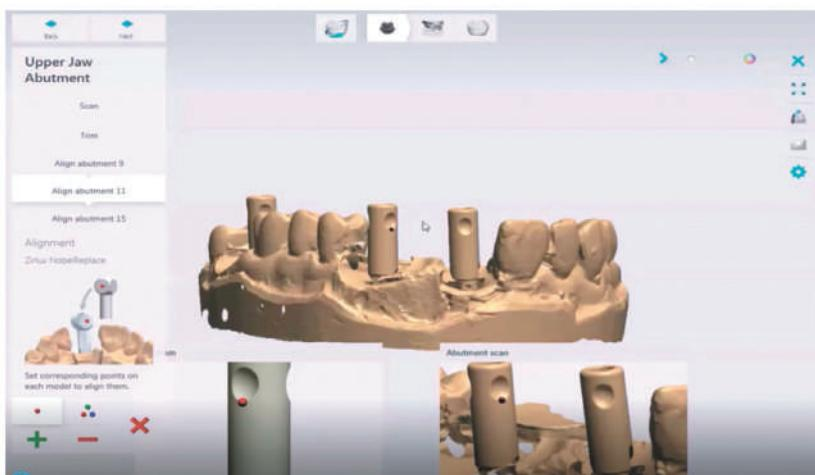

Рис. 6
2. Выравнивание метки. При выравнивании цифровых поверхностей следует ориентироваться на наиболее сложную геометрическую форму – вершины бугров зубов, скругленные или неправильной формы поверхности, характеризующиеся большей концентрацией небольших треугольников. Технология сканирования использует триангуляционную геометрию для создания трехмерной модели. Геометрически сложные поверхности облегчают распознавание программным обеспечением с надлежащей точностью и выравниванием (Рис. 6).